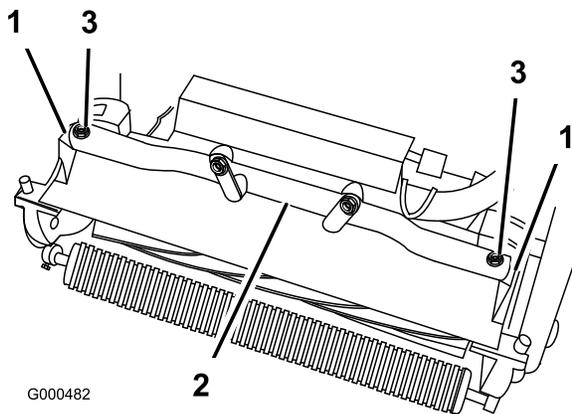

図 52
4. カッティングユニットのピボット・アームを走行ユニットのフレーム・チューブに固定しているボルト（2本）を取り外す（図 52）。
5. ピボット・アームを前に倒し（図 52）、走行ユニットをキック・スタンドに立てかける。